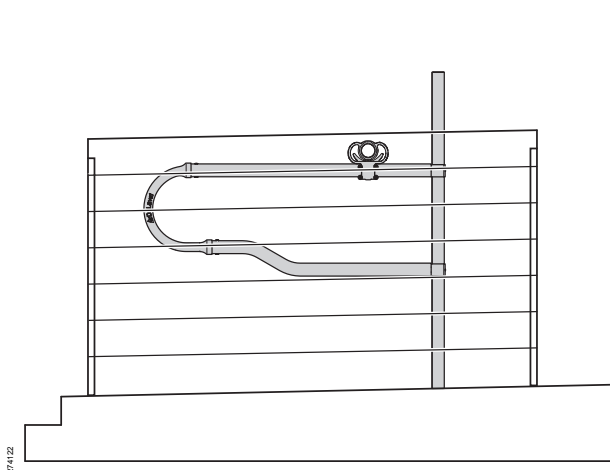

Fig. 2: Lukket endevegg med mannhull foran.
- UNP-profiler fylt opp med treplanker (Fig. 2) med justerbar endevegg lengde